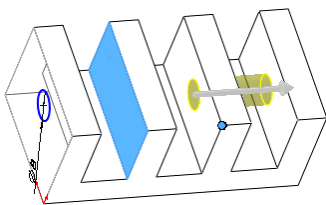

图 5-78 孔从指定一顶点开始延伸
- 顶点：从所选择的顶点位置处开始生成简单直孔，如图 5-78 所示。